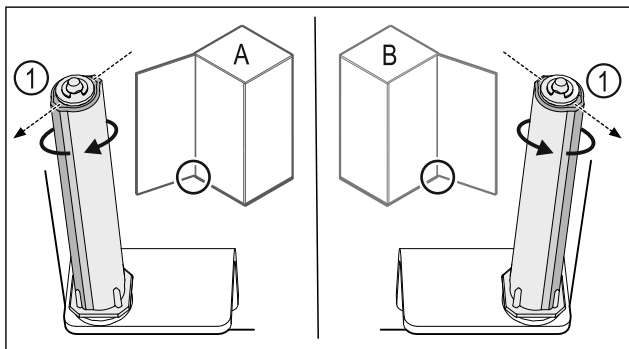

Fig. 32 Bal oldali ütköző (A) / Jobb oldali ütköző (B)
- ▶ Forgassa el a zárrendszert az ellenállással szemben, amíg a zárrendszer Fig. 32 (1) támasztója kifelé nem mutat.